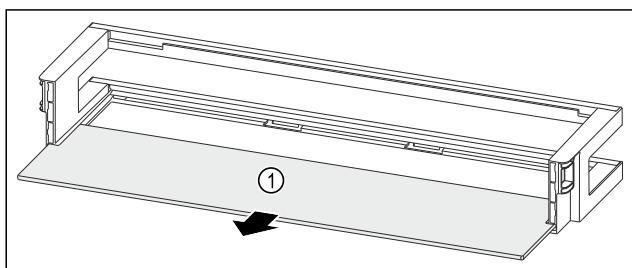

Fig. 209 Rafti i derës me raft mbajtës
- Hiqni raftin mbajtës Fig. 209 (1).